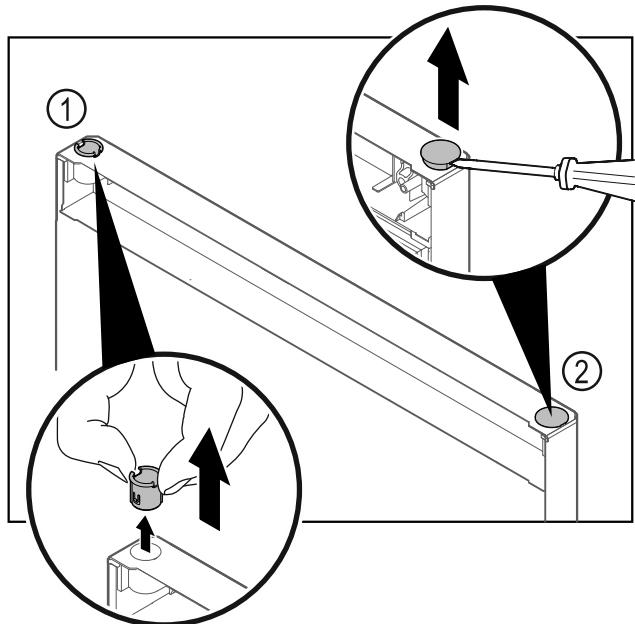

Fig. 26
- Izvucite čahuru šarke Fig. 26 (1) prstima.
- Odvijačem s ravnom glavom oprezno podignite čep Fig. 26 (2) i izvadite ga.